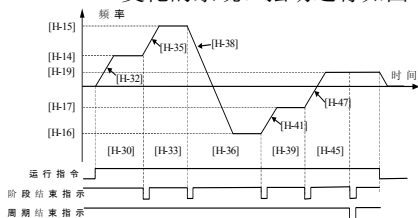

图 5-29 保持最终值模式（方式 3）
***3：保持最终值。**变频器运行完单循环后不停机，以最后 1 个运行时间不为零的阶段速度持续运行。保持最终值模式如图 5-29 所示。